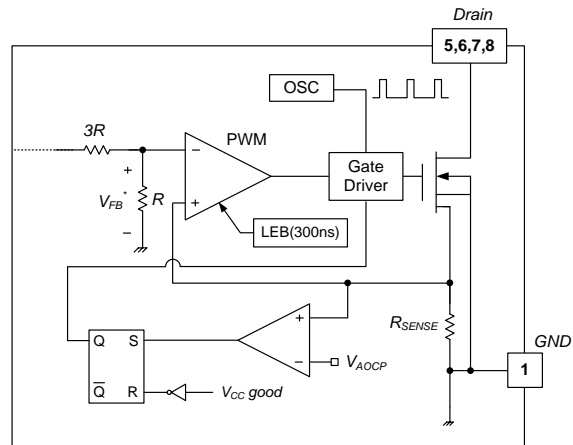

图 21. 异常过流保护
**4.2 异常过流保护 (AOCP):** 当次级整流二极管或变压器引脚短路时, 具有极高  $di/dt$  的陡坡电流可在最小导通时间内流经 SenseFET。即使 FSD156MRBN 具有过载保护, 在这种异常情况下, 也不足以保护 FSD156MRBN, 因为在触发 OLP 之前, SenseFET 一直受到严重的电流应力。内部 AOCP 电路如图 21 所示。当向功率 SenseFET 提供栅极导通信号时, 将启用 AOCP 块, 并监控通过感测电阻的电流。电阻两端的电压与预设 AOCP 电平进行比较。如果感测电阻电压大于 AOCP 电平, 将向 S-R 锁存器提供设定信号, 导致 SMPS 关断。